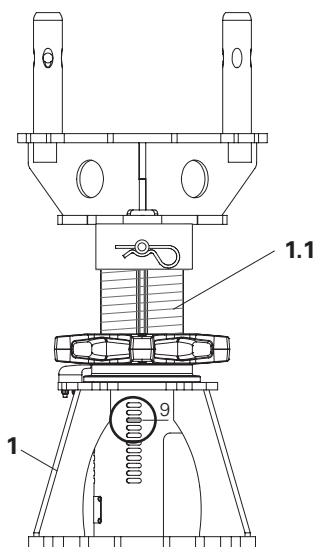

Fig. A2.04a
- Svitare il tubo filettato (1.1) fino a quando diventa visibile il pressore rosso nel "foro 9" (Fig. A2.04a)